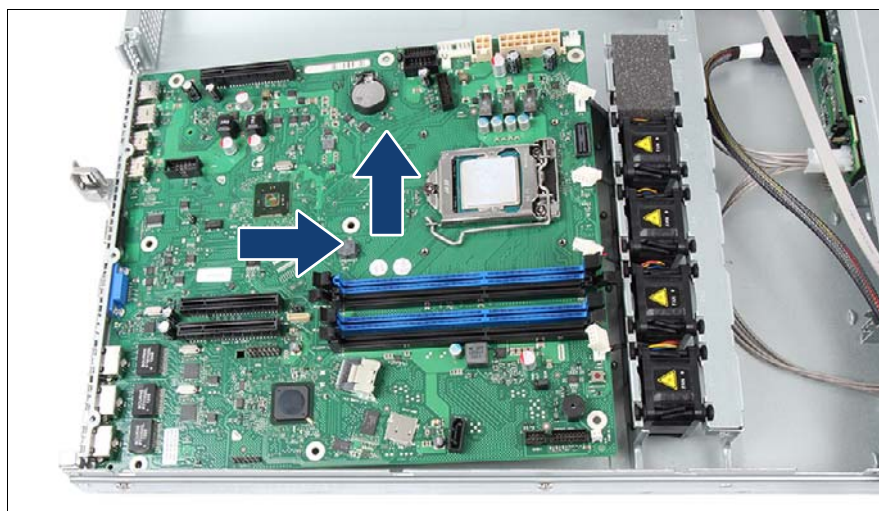

図 204: システムボードの取り外し
- ▶ システムボードをわずかに傾けて持ちながら挿入します。コネクタをコネクタパネルにスライドさせます（282 ページ の 図 204 を参照）。